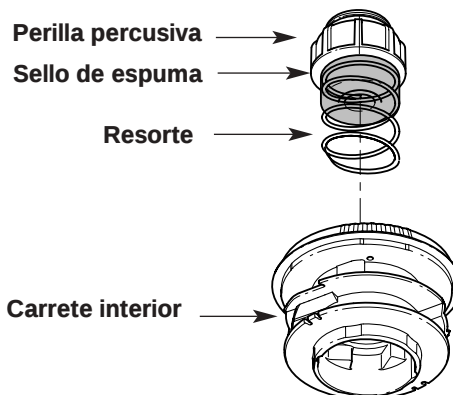

Fig. 18
1. Saque la perilla percusiva, el resorte y el sello de espuma girando la perilla percusiva en sentido antihorario (Fig. 18).
4. Sostenga el carrete interior en su lugar e instale la botón de tope, el resorte y el sello de espuma presionando y girando la botón de tope en sentido horario. Tome los extremos y tire con firmeza para soltar la línea de las ranuras de fijación en el carrete interior. (Fig. 18).
2. Saque la botón de tope, el resorte y el sello de espuma (Fig. 18).
7. Coloque la botón de tope, el resorte y el sello de espuma en la bobina exterior (Fig. 18).